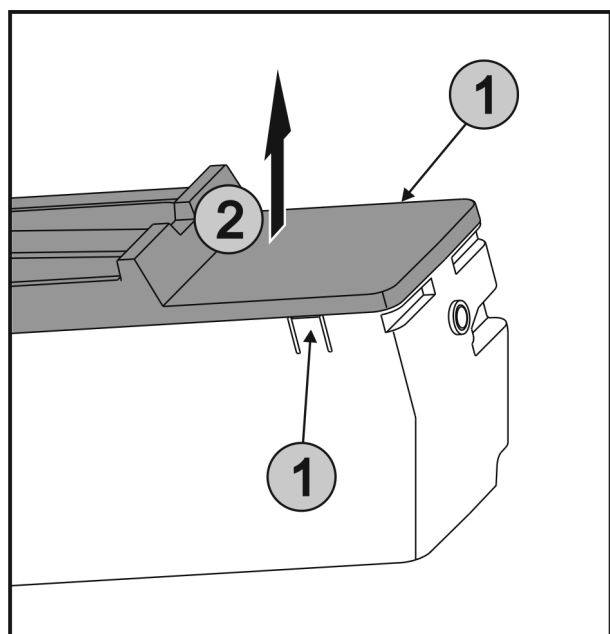

Fig. 71
- ▶ Wcisnąć jednocześnie nakładki Fig. 71 (1) znajdujące się po obu stronach EasyTwist-Ice, a pokrywę zdjąć podnosząc Fig. 71 (2) do góry.